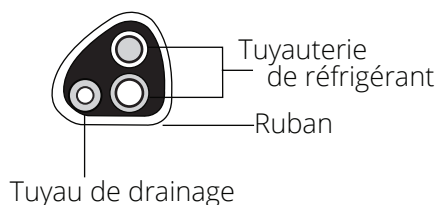

Fig. 5.7
3. A présent, vous devrez délicatement enrouler la tuyauterie de réfrigérant et le tuyau de drainage d'un ruban adhésif, en vous assurant que le tuyau de drainage se trouve en bas. **NE recouvrez PAS les extrémités de la tuyauterie (connecteurs) de ruban adhésif.** Reportez-vous à la figure 5.7 et à l'image ci-dessous pour connaître la bonne orientation de la tuyauterie lorsque vous l'enroulez de ruban.